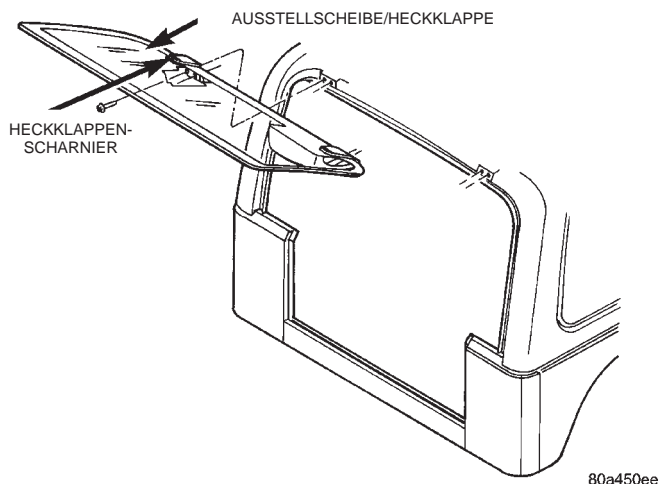

Abb. 77 Heckklappenscharnier
(1) Heckklappe öffnen.
(2) Ausstellscheibe der Heckklappe öffnen und abstützen.
(3) Wischermotorabdeckung abbauen (nur rechtes Scharnier).
(4) Haltemutter lösen, mit der das Heckklappenscharnier an der Ausstellscheibe der Heckklappe befestigt ist.
(5) Lage des Scharniers am Hardtop markieren. Befestigungsschrauben lösen, mit denen das Scharnier am Hardtop befestigt ist (Abb. 77).